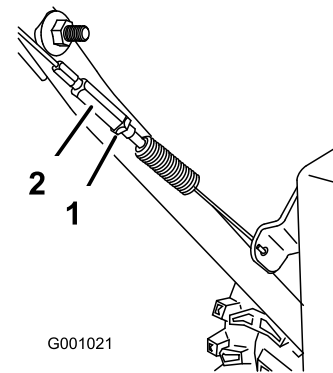

Figura 12
3. Apriete la contratuerca (Figura 12).